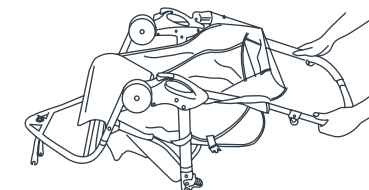

Fig. 1
- 1) • Inclíne el carrito hacia atrás de modo que se apoye sobre el manubrio y el armazón del eje trasero, y que las horquillas de la rueda delantera apunten hacia arriba (Fig. 1).